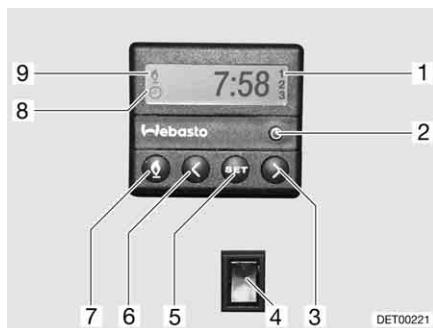

Fig. 157 Centralina di controllo per riscaldamento fisso
- Premere il tasto (Fig. 157,7). Il funzionamento del riscaldamento viene indicato con il simbolo (Fig. 157,9). La ventola viene inserita solo quando la temperatura dell'acqua di raffreddamento è pari a 30 °C.
- Premere il tasto (Fig. 157,7). Il simbolo (Fig. 157,9) si spegne.
- Premere l'interruttore (Fig. 157,4) in basso. Il motore viene preriscaldato. La ventola viene inserita immediatamente.
- Premere l'interruttore (Fig. 157,4) in alto. Il motore rimane freddo.
- Premere il tasto (Fig. 157,2). L'impostazione dell'ora viene indicata con il simbolo (Fig. 157,8).
- Premere il tasto (Fig. 157,5).
- Impostare l'orario di accensione con i tasti (Fig. 157,3 e 6) entro 10 secondi.
- Premere il tasto (Fig. 157,5) fino a che nel display (Fig. 157,1) non appare il numero di programmazione desiderato.